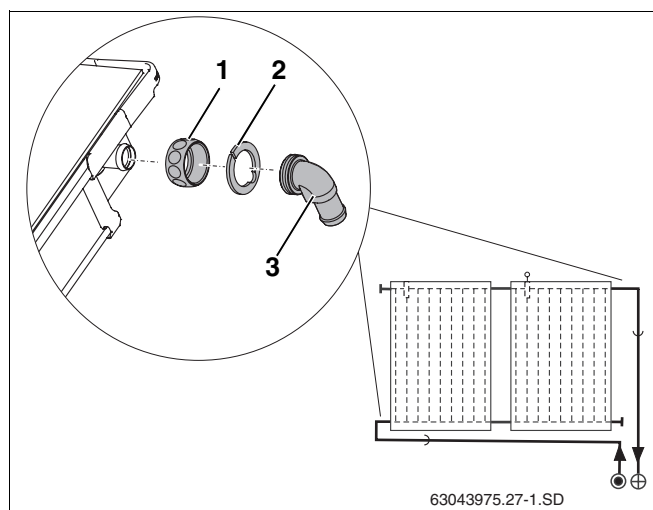

Fig. 22 Montaggio delle boccole angolari
- Spingere il dado di raccordo (fig. 22, **pos. 1**) sopra gli attacchi del collettore.
- Disporre lo spessore di bloccaggio (fig. 22, **pos. 2**) dietro il bordo dell'attacco del collettore e fissare premendo.
- Allineare la boccola angolare con il relativo o-ring (fig. 22, **pos. 3**) e avvitare con il dado di raccordo.